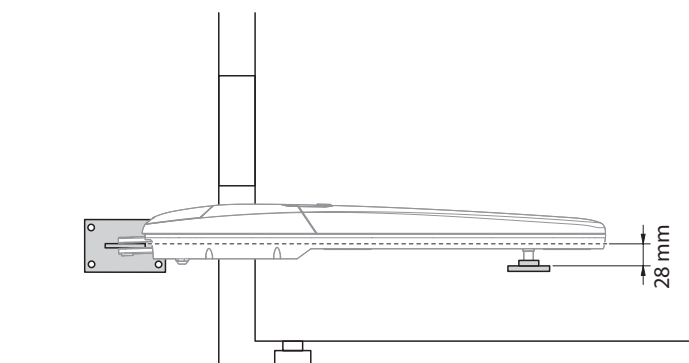

Fig. 4
**⚠ ¡ATENCIÓN!** - Antes de fijar el soporte trasero, comprobar que la zona de fijación delantera se encuentre en un área sólida de la hoja, puesto que este soporte se deberá fijar a una altura diferente del soporte trasero (**Fig. 4**).
02. Establecer la altura en la que se debe colocar el soporte delantero, consultando la fig. 4;